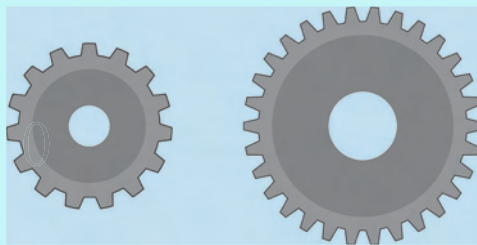

图 3.23 齿轮图
1. A组同学只有多个齿数分别为15和30的齿轮（图3.23）。